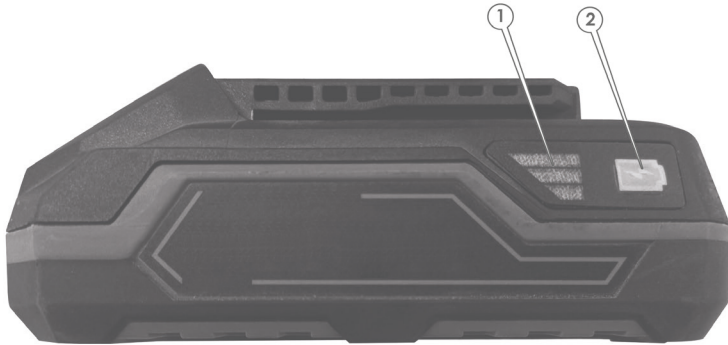

Рисунок 6. Схема перевірки рівня заряду акумуляторної батареї.
• Натиснути та утримувати кнопку акумулятора (2, рис. 6), що розташовується на верхній панелі акумулятора.
• Перевірити рівень зарядженості акумулятора. Під час утримання кнопки залежно від стану заряду батареї почнуть світитися відповідні індикатори (1, рис. 6).